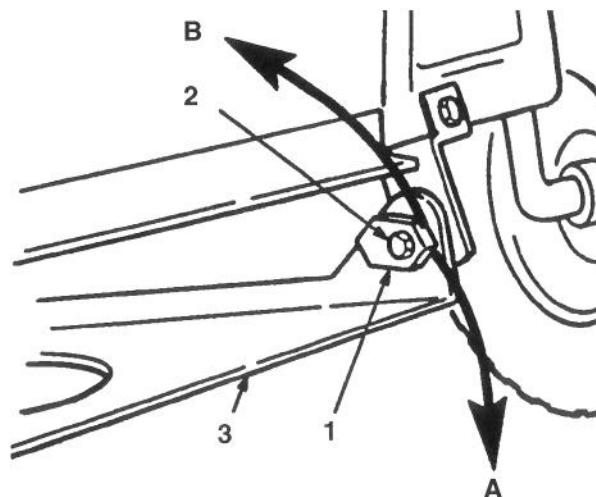

Bild 52
8. Die vorne-hinten-Neigung durch Drehen der Spezialmuttern, die der Neigungseinstellung dienen, an beiden Seiten der Mähwerk-Gelenkaufhängung einstellen (Bild 52).
9. Die linke Neigungseinstellmutter mit einem 2,54cm Schlüssel oder einer Nuß langsam nach unten drehen, um die Vorderseite des Mähwerks anzuheben oder aufwärts, um das Mähwerk vorne abzusenken (Bild 52). Die Neigungseinstellmutter solange drehen, bis die Vorderseite des Mähwerks 6,4 bis 15,8mm tiefer als die Rückseite steht.